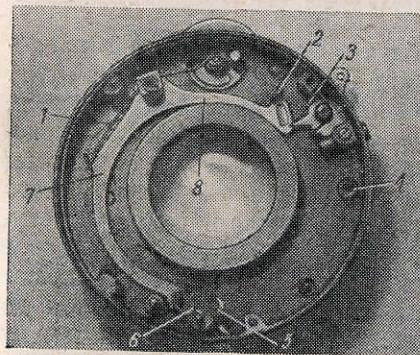
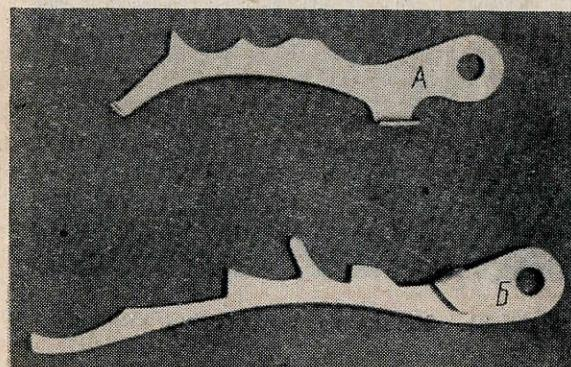
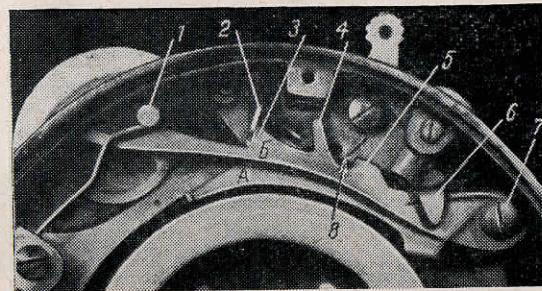

Рис. 28. Механизм затвора
Рис. 30. Рычаги выделения скоростей «К» и «Д»
Рис. 31. Установка рычагов на выдержку
Спусковой рычаг внутри затвора на собачке имеет зуб 3, который цепляется за отгиб 2 коромысла скоростей (рис. 28). При повреждении этого зуба нарушается сцепление с коромыслом. Для исправления снимают пружины
**Силовое коромысло.** Механизм затвора снабжен рычагом — коромыслом. Этот рычаг имеет два качающихся плеча 7 и 8 (рис. 28) и силовую пружину 1. Верхнее плечо имеет плоский отгиб 2, установленный перпендикулярно к основанию затвора. Отгиб служит для упора, когда делается выдержка от руки (на затворе она обозначена буквой «К»), и для постоянного открытия затвора (постоянное открытие обозначается буквой «Д»). Нижнее плечо коромысла служит для качания люльки 6, которая своим движением открывает и закрывает лепестки.
Повреждение отгиба 2 в верхнем плече рычага (см. рис. 28 и 31) приводит к нарушению работы скоростей затвора. Для устранения неисправности отгиба 2 выверяют правильность его перпендикулярного положения и взаимодействие его с рычагами А и Б (рис. 31), в которые упирается отгиб при работе на «К» и «Д».
Нарушение работы скоростей часто происходит и от неисправности нижнего плеча коромысла 7 (см. рис. 28). При этом лепестки затвора или не открываются, или не закрываются, даже несмотря на то, что механизм точно отщелкивает все скорости. Эта же неисправность может происходить и от повреждения люльки 6.
**Люлька.** При ремонте этого узла механизма следует обращать внимание на согласованность работы рычага 7 с люлькой 6 (рис. 28). На нижней пластинке люльки имеется косой выступ. Этот выступ поставлен так, что благодаря скосу усик рычага может не цепляться за выступ, а, проскальзывая, перескакивать за него; при обратном движении усик упирается в прямую часть выступа и открывает люлькой лепестки. Когда усик 5 рычага 7 заедает или упирается в выступ, находят место заедания или упора и аккуратно шабером зачищают поверхность. Иногда зачистки бывает недостаточно, тогда подгибают нижнюю пластинку люльки или усик рычага, добиваясь согласованной работы плеча коромысла и люльки.
Рычаги постоянной выдержки А и Б (рис. 30) при отсчете скоростей «К» и «Д» должны взаимодействовать четко. Отсчет скоростей производится уступами и вырезами на этих рычагах. Форма рычагов очень сложна. На них много уступов, вырезов, захватов.
Малый рычаг А (рис. 30) имеет один выступ, две канавки и два отгиба. Выступ служит для упора коромысла, когда наступает раскрытие лепестков и срыв коромысла с зуба спусковой собачки. Подача рычага осуществляется постоянно под действием пружины, которая давит на правый отгиб. Отгиб слева служит для выключения рычага при работе на моментальных скоростях, а канавка — для отвода рычага в исходное положение. При нажатии на спуск зуб собачки поднимает коромысло до тех пор, пока с него не соскочит. В это время пружина подаст рычаг, а сорвавшееся коромысло упрется в выступ
Большой рычаг Б (рис. 30) служит для срабатывания механизма на постоянное открытие. Он накладывается на малый рычаг (рис. 31) и зажимается общим с ним винтом 7. Этот рычаг имеет длинный рабочий конец, давя на который, делитель скоростей 1 выключает работу рычага. На рычаге есть упор 3, который служит для задержки коромысла в верхнем положении. Палец 4 служит для